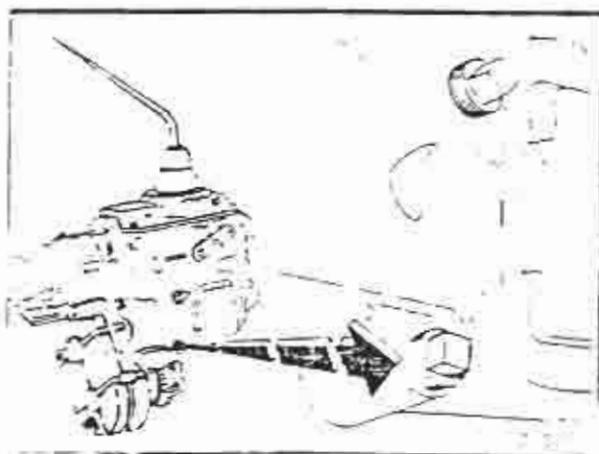

FIGURA 7
1. Colocar um recipiente adequado sob o bужão de escoamento da caixa de mudanças e remover o bужão (figura 7). Deixar escoar o óleo e limpar o bужão.